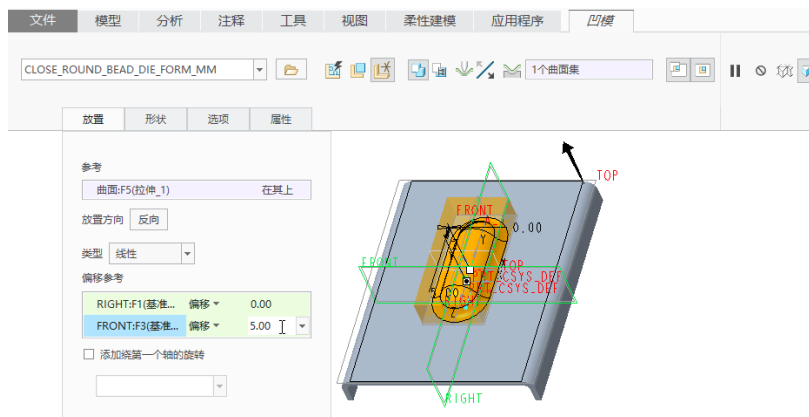

图 2-30 指定凹模的放置类型及偏移参考
(7) 在功能区的“凹模”选项卡中打开“放置”面板，从“类型”下拉列表框中默认选择“线性”选项，在“偏移参考”收集器的框内单击以激活“偏移参考”收集器，在图形窗口中选择 RIGHT 基准平面，按住〈Ctrl〉键的同时选择 FRONT 基准平面，所选的这两个基准平面一并被收集到“偏移参考”收集器内，然后在“偏移参考”收集器内修改它们相应的偏移距离，如图 2-30 所示。本例不需要添加绕第一个轴的旋转。